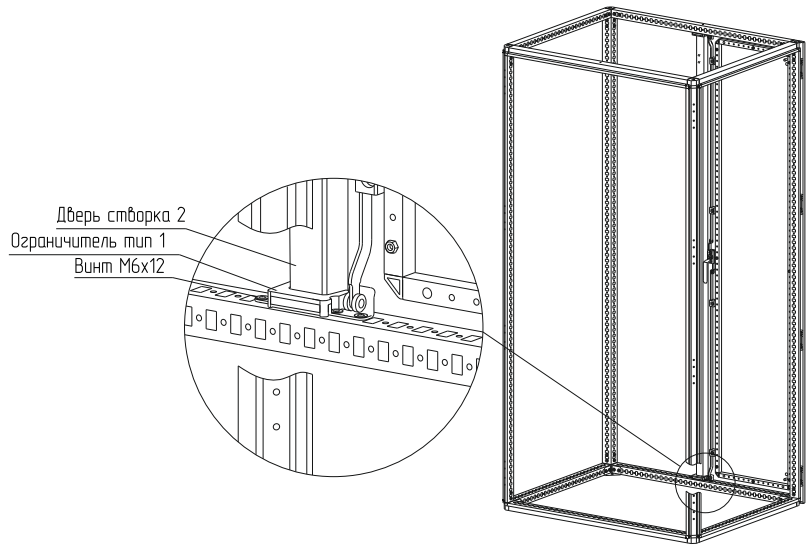

Рисунок 28
4.14.4 Установите ограничители сверху и снизу каркаса (рисунок 28). Для крепления использовать винты М6х12. Момент затяжки – 7 Н·м.